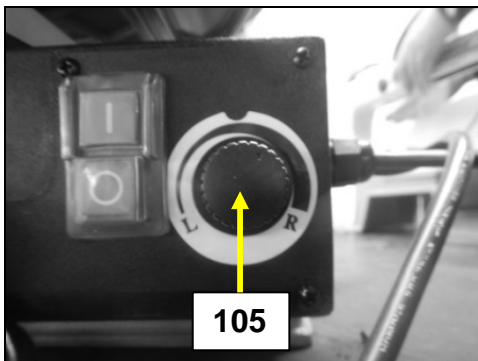

Fig 16
- Démarrez la machine (cf. §9.1) et tournez le bouton (105) pour régler la vitesse de coupe (Voir Fig 16):